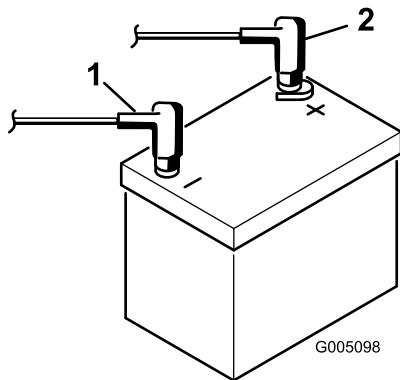

Figura 8
9. Conecte el cable positivo (rojo) al borne positivo (+) y el cable negativo (negro) al borne negativo (–) de la batería y sujetelos usando los pernos y las tuercas (Figura 8). Deslice la cubierta de goma sobre el terminal positivo para evitar posibles cortocircuitos eléctricos.